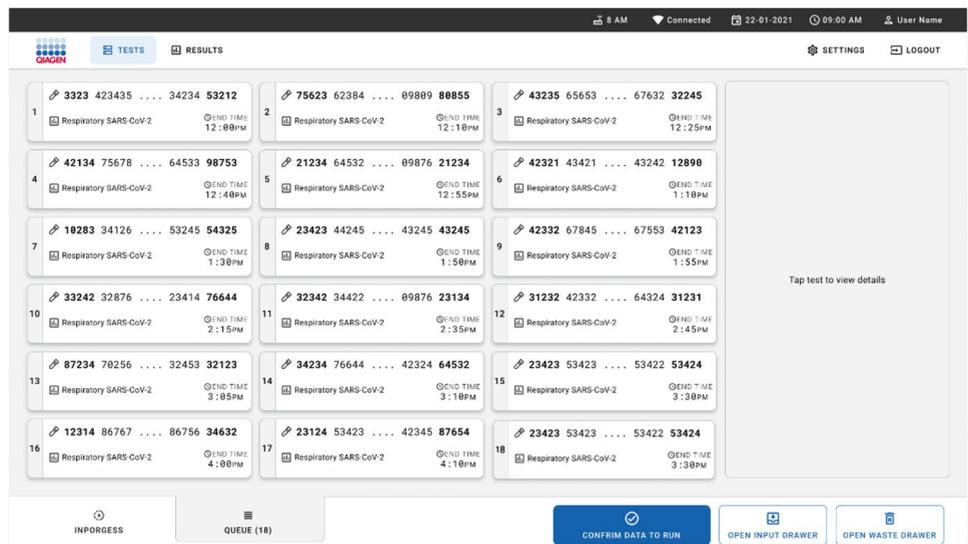

Abbildung 30. Bildschirm „Probenwarteschlange“.
15. Nach erfolgreichem Scannen wird die Warteschlange angezeigt (Abbildung 30). Überprüfen Sie die angezeigten Daten. Sollte ein Fehler vorliegen, drücken Sie die Schaltfläche **OPEN INPUT DRAWER** (Eingabeschublade öffnen), entnehmen Sie die entsprechende Kartusche und scannen Sie die Kartusche gemäß den Schritten 10–13 erneut ein.